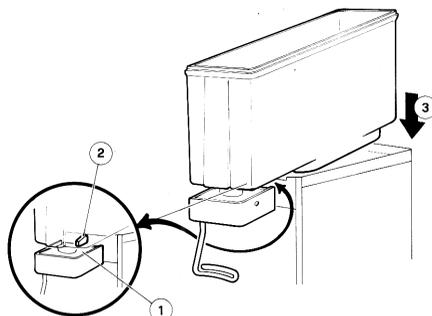

figura 8
**CADDY 5/2 - 5/3 - 5/4:** assicurarsi che il piano superiore del corpo rubinetto (1) risulti al disotto del dente di ritegno (2) sporgente dal piano gocciolatoio (vedere figura 8).